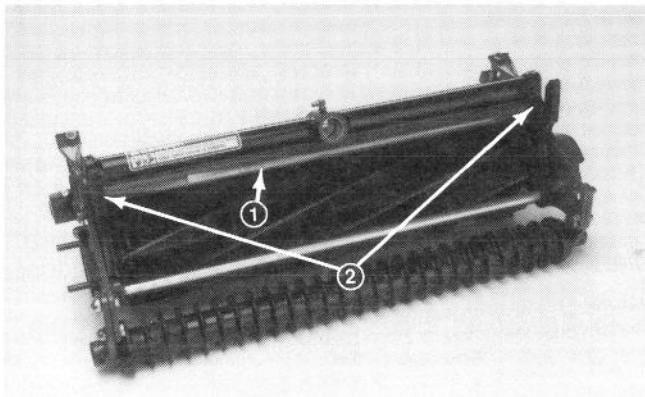

Abbildung 15
1. Die Schneideeinheit in die normale Schneidestellung bringen (Abb. 15).
2. Die Schrauben und Muttern, mit denen das Auswurfblech an den Seitenplatten befestigt ist, lockern, das Blech auf die gewünschte Höhe einstellen und die Befestigungsteile wieder festziehen (Abb. 15).